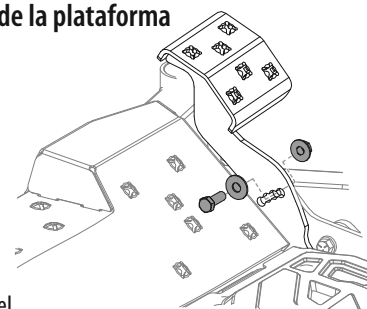

Figura 40
2. Retire el perno hexagonal, la arandela y la tuerca hexagonal cerca del centro del conjunto del pedal. Vea la Figura 40.
4. Vuelva a instalar el hardware que retiró anteriormente y apriete la tuerca a 28-35 pies-libras (38-47 N-m). Vea la Figura 40.